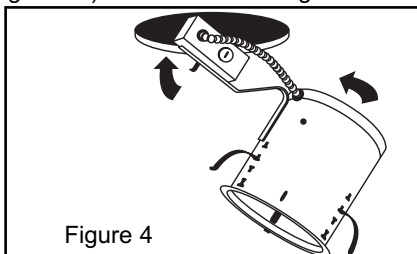
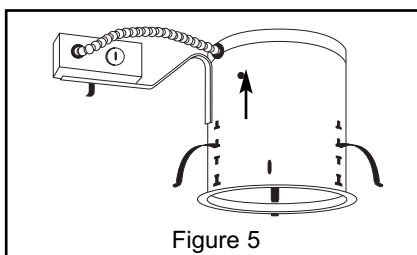

Figure 4
Figure 5
Step 3. Insert housing through ceiling opening so it is flush to ceiling (Fig. 4). Push retention clips outwards until each clip tab clicks into position.* On some housings, a single "T" slot clip is provided for additional support. Insert clip through "T" slot from inside housing, force clip down with screwdriver until clip is seated. Secure clip by tightening screw. (Fig. 5).
Paso 3. Inserte la caja a través de la abertura del cielo raso, de manera que quede a ras del cielo raso (fig. 4). Empuje los clips de retención hacia afuera hasta que la aleta de cada clip se conecte a presión en su lugar.* En algunas cajas, un solo clip de la ranura de "T" se proporciona para ayuda adicional. Inserte el clip a través de la ranura de "T" por dentro de la caja, forsa el clip hacia abajo con el destornillador hasta que se asienta el clip. Asegure el clip apretando el tornillo (fig. 5).